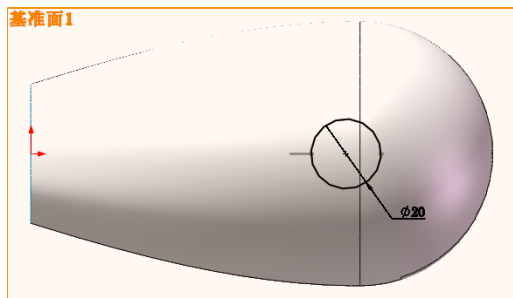

图 9-82 草图标注 5
(8) 绘制草图 5。在左侧的“FeatureManager 设计树”中用鼠标选择“基准面 1”作为绘制图形的基准面。单击“草图”工具栏中的（圆）按钮，绘制如图 9-82 所示的草图并标注尺寸。